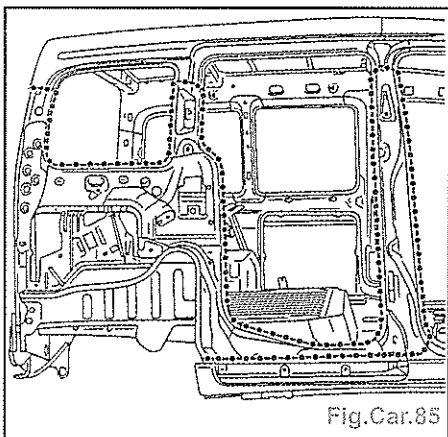

Fig.Car.85
- Redresser les bords d'accostage et les protéger par un apprêt soudable (Fig. Car.85).